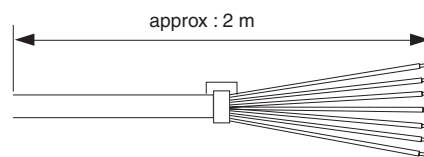

Fig. 1
- Connecter les câbles de puissance aux bornes U1, V1, W1, conformément à CEI 600034-1 (voir § 4.2 - fig. 1).
- Connecter la masse du moteur à la terre (voir § 4.2 - fig. 1).